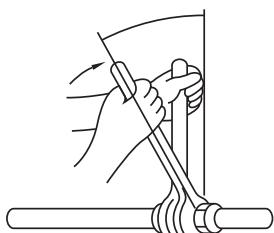

Rys. 5-7
5.3. Rozmieszczenie orurowania czynnika chłodniczego i spustowego (rys. 5-7)